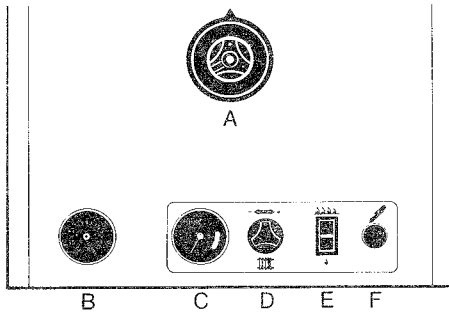

Fig. 6
- **Voorafgaand nazicht** (fig. 6)
- De CV-installatie is met water gevuld. De manometerdruk (C) is : ± 1 bar.
In werking stellen (fig. 6)
10. GEBEURLIJK STILVALLEN TIJDENS DE WERKING EN HOE ERAAN VERHOLPEN KAN WORDEN. (fig. 6)
- de schakelaar (E) op de behoorlijke stand gedruwd is,